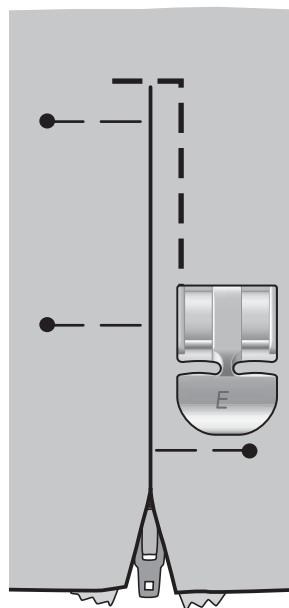

Fig. 2
4. Commencez à coudre en travers du bas, tournez le tissu et cousez le côté droit de la fermeture jusqu'en haut (voir fig. 2).